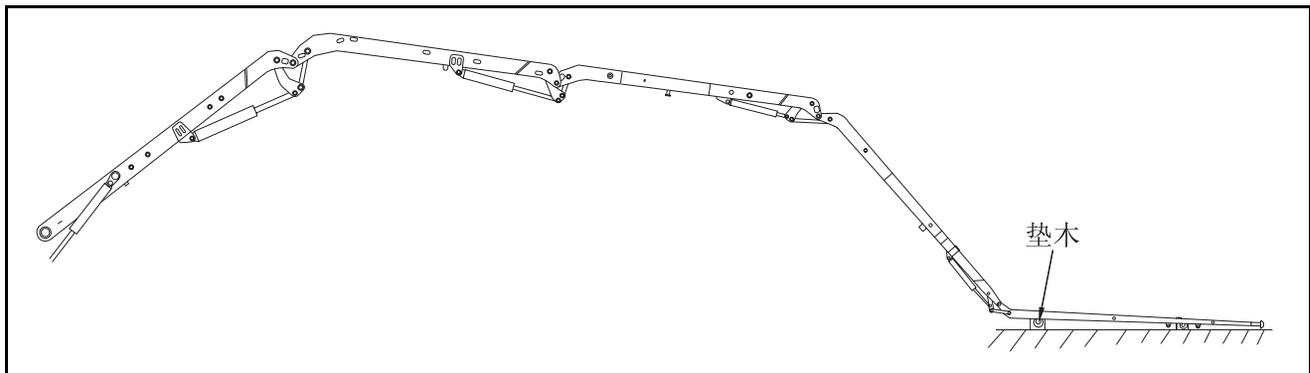

图 4-7(1) 五臂更换时臂架摆放
五臂是泵车臂架上的最后一节臂架，比较而言结构简单，重量轻，拆装方便。在泵车上，在拆装四臂的同时都可更换五臂，考虑拆装方便、安全最简单的办法是按图 4-7(1) 五臂更换时臂架摆放。